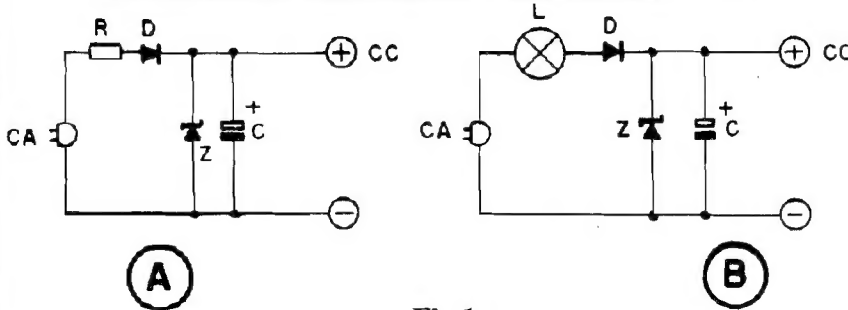

Fig. 1
- A fig. 1-A mostra a estrutura convencional de uma Fonte sem transformador, baseada em Resistor/redutor: a "coisa" é muito simples (e o Hobbysta atento já deve ter "presenciado" arranjos do gênero em várias montagens elementares publicadas aqui mesmo, em APE, e em outras Revistas do ramo...): o Resistor R "segura" grande parte da Corrente, limitando-a a níveis aceitáveis para os demais componentes; o Diodo D retifica, o Zener Z estabiliza e o Capacitor C filtra e "armaze-
- Até aí, tudo bem... Se quisermos implementar o arranjo com uma lâmpada (conforme fig. 1-B) temos que saber: o valor ôhmico da dita lâmpada e a sua dissipação... Esse último requisito é de simples resolução, já que a "wattagem" das lâmpadas incandescentes comuns é **justamente** o parâmetro que vem nitidamente inscrito nas ditas cujas! Mas como saber a sua Resistência...? É fácil, também... Basta utilizar uma outra formula derivada da velha Lei de Ohm e dos cálculos básicos de Potência elétrica:
A título de "lembança", notem que se "enfileirarmos", em série, duas lampadinhas (dessa de botar no "Santo Antonio"... de 5W - 110V, teremos um "Resistor" de 4.840R x 5W, que - a propósito - servirá para o "lugar de R", nos exemplos dados e diagramados na fig. 1 (para uma Fonte com Saída de 12V x 0,02A)! Um resultado também bastante próximo e conveniente poderá ser obtido - em outra opção - com **uma** lâmpada de 10W - 220V (façam os cálculos e comprovem...!).